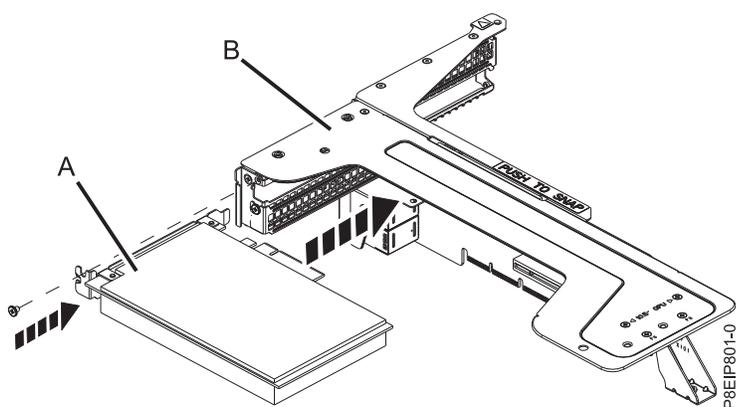

図 56. PCIe ライザーの位置 3 へのアダプターの挿入
- f. 位置 3 に配置する PCIe アダプター (A) を PCIe アダプター・ライザー (B) に挿入します(図 56 を参照)。